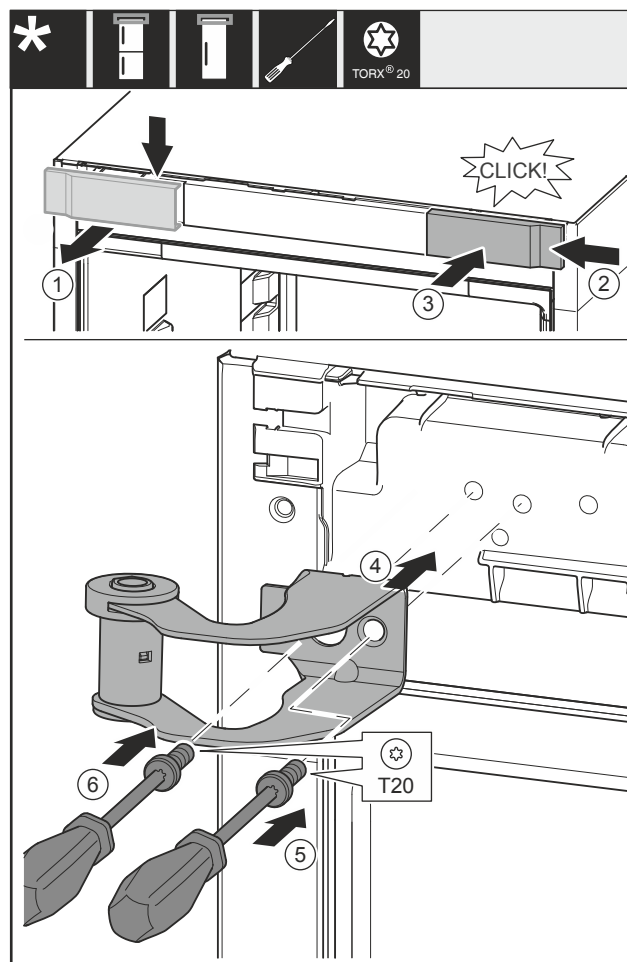

Fig. 34
- Snemite pokrov Fig. 34 (1) od zgoraj v smeri naprej.
- Pokrov Fig. 34 (2), obrnjen za 180°, namestite na drugo stran z desne strani.
- Zaskočite pokrov Fig. 34 (3).
- Pristavite zgornji ležajni podstavek Fig. 34 (4).
- Zategnite vijak Fig. 34 (5).
- Zategnite vijak Fig. 34 (6).